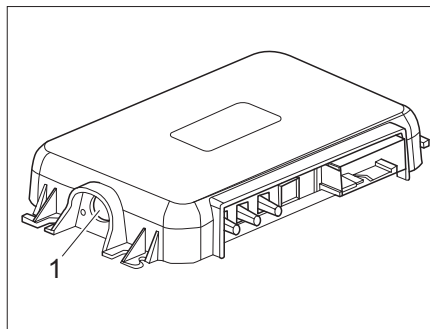

Bild 290 Kopplungstaste am SCU
- Kopplungstaste des SCU (Bild 290,1) drücken.